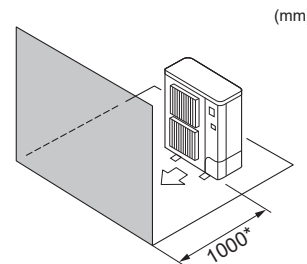

Fig. 2-6
- ④ Obstacles uniquement à l'avant (Fig. 2-6)